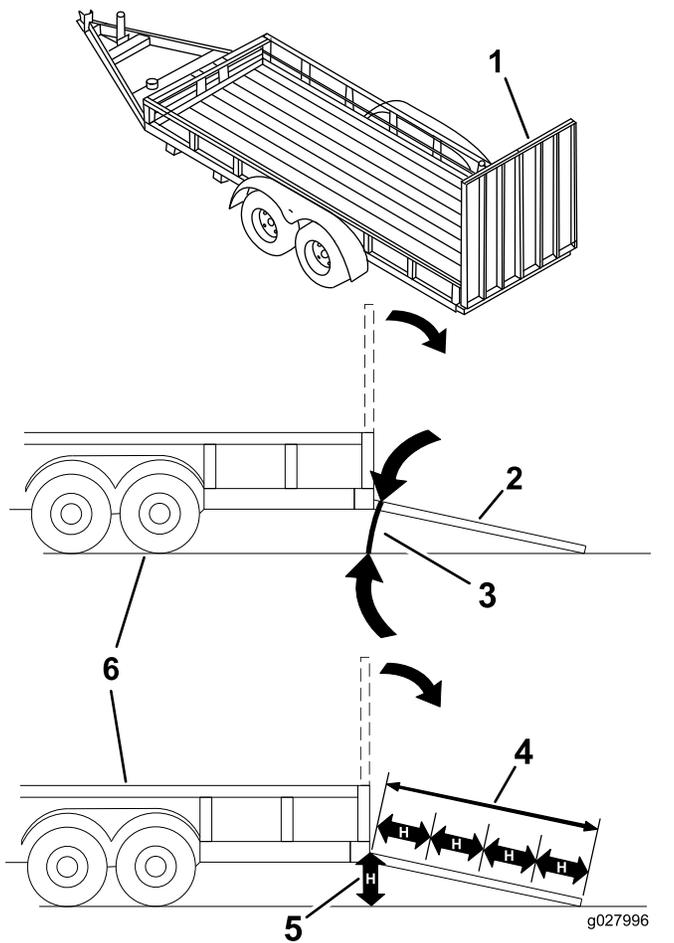

Figura 34
**Quando si carica la macchina su un trailer o un autocarro si aumenta il rischio di ribaltamento, che può causare gravi ferite ed anche la morte (Figura 34).**
3. Abbassate la rampa, assicurandovi che l'angolazione tra la rampa e il terreno non superi 15 gradi (Figura 34).
1. Abbassate la rampa, assicurandovi che l'angolazione tra la rampa e il terreno non superi 15 gradi (Figura 34).